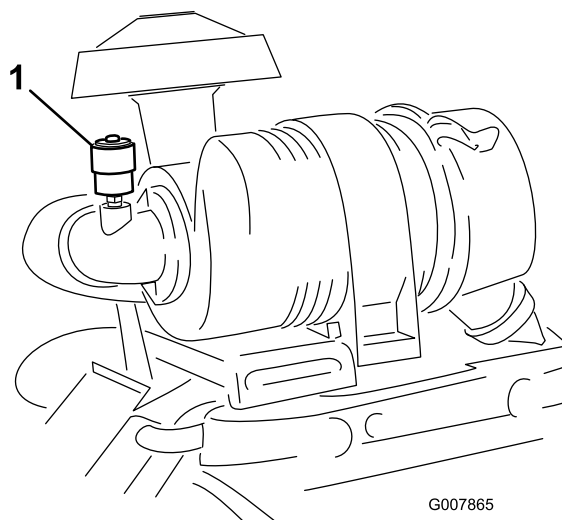

Figure 44
Faites l'entretien du filtre à air uniquement quand l'indicateur de colmatage (Figure 44) indique que cela est nécessaire. Changer le filtre à air prématurément ne fait qu'accroître le risque de contamination du moteur par des impuretés quand le filtre est déposé.
6. Réarmez l'indicateur de colmatage (Figure 44) s'il est rouge.